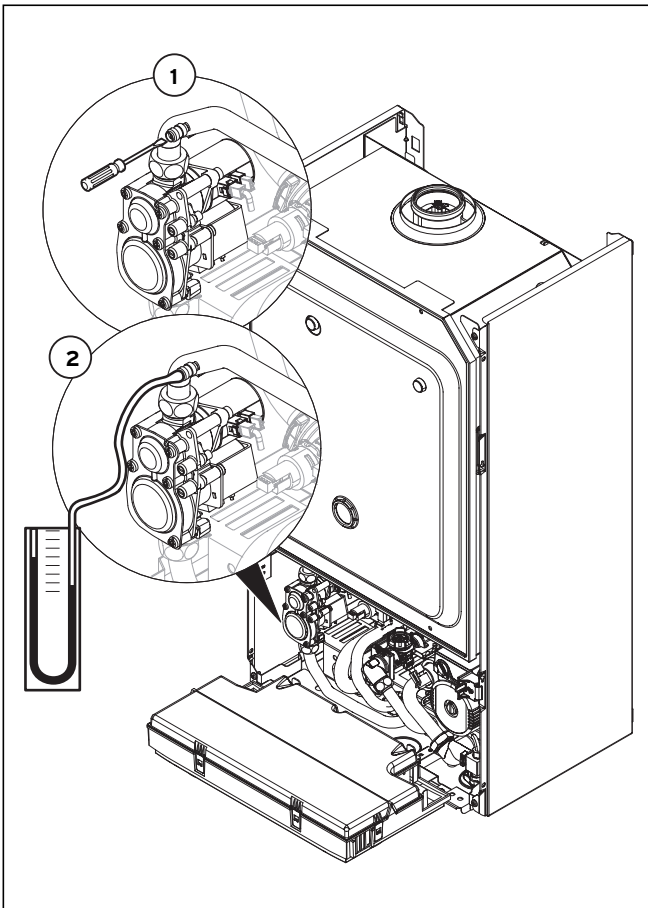

Fig. 6.5 Verificarea sarcinii nominale
- Desfaceți șurubul de etanșare de la armătura de gaz (1 din Fig. 6.5).
- Racordați un manometru digital sau un manometru cu tub în U (2 în Fig. 6.5).
- Verificați etanșeitățile conductei de alimentare cu gaz, instalației de încălzire și conductelor de apă caldă (vezi Fig. 6.5).